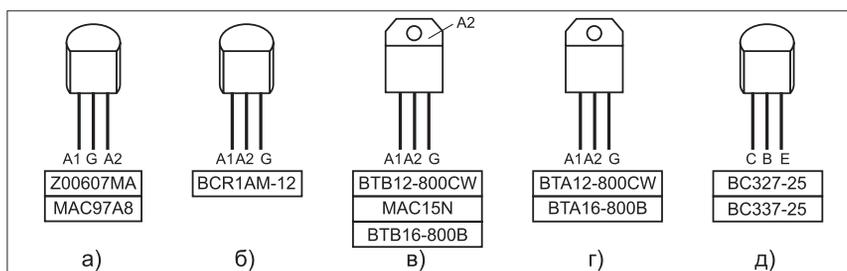

Рис. 7. Маркировка элементов ЭК EVO-1
- Назначение выводов — см. рис. 7а
- Ближайший аналог — BCR1AM-12 (назначение его выводов показано на рис. 7б).
- Назначение выводов – см. рис. 7а
- Назначение выводов – см. рис. 7в
- Ближайший аналог – ВТА12-800CW (назначение его выводов показано на рис. 7г, в этом приборе подложка изолирована от кристалла).
- Ближайший аналог – ВТА16-800В (назначение его выводов показано на рис. 7г, в этом приборе подложка изолирована от кристалла).
- Назначение выводов – см. рис. 7д